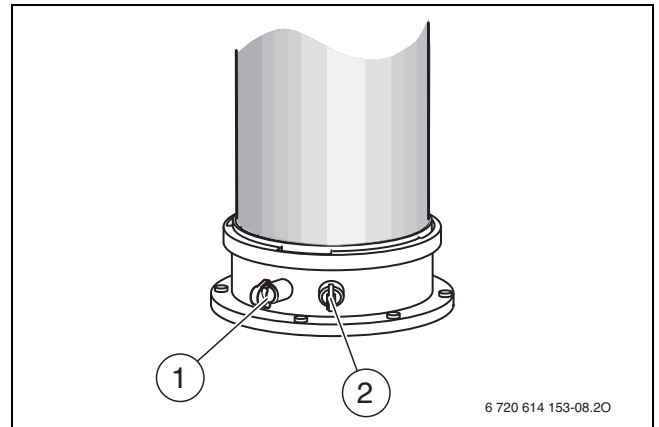

Bild 45 Abgasmessstutzen und Verbrennungsluft-Messstutzen
- ▶ Stopfen am Verbrennungsluft-Messstutzen (→ Bild 45, [2]) entfernen.